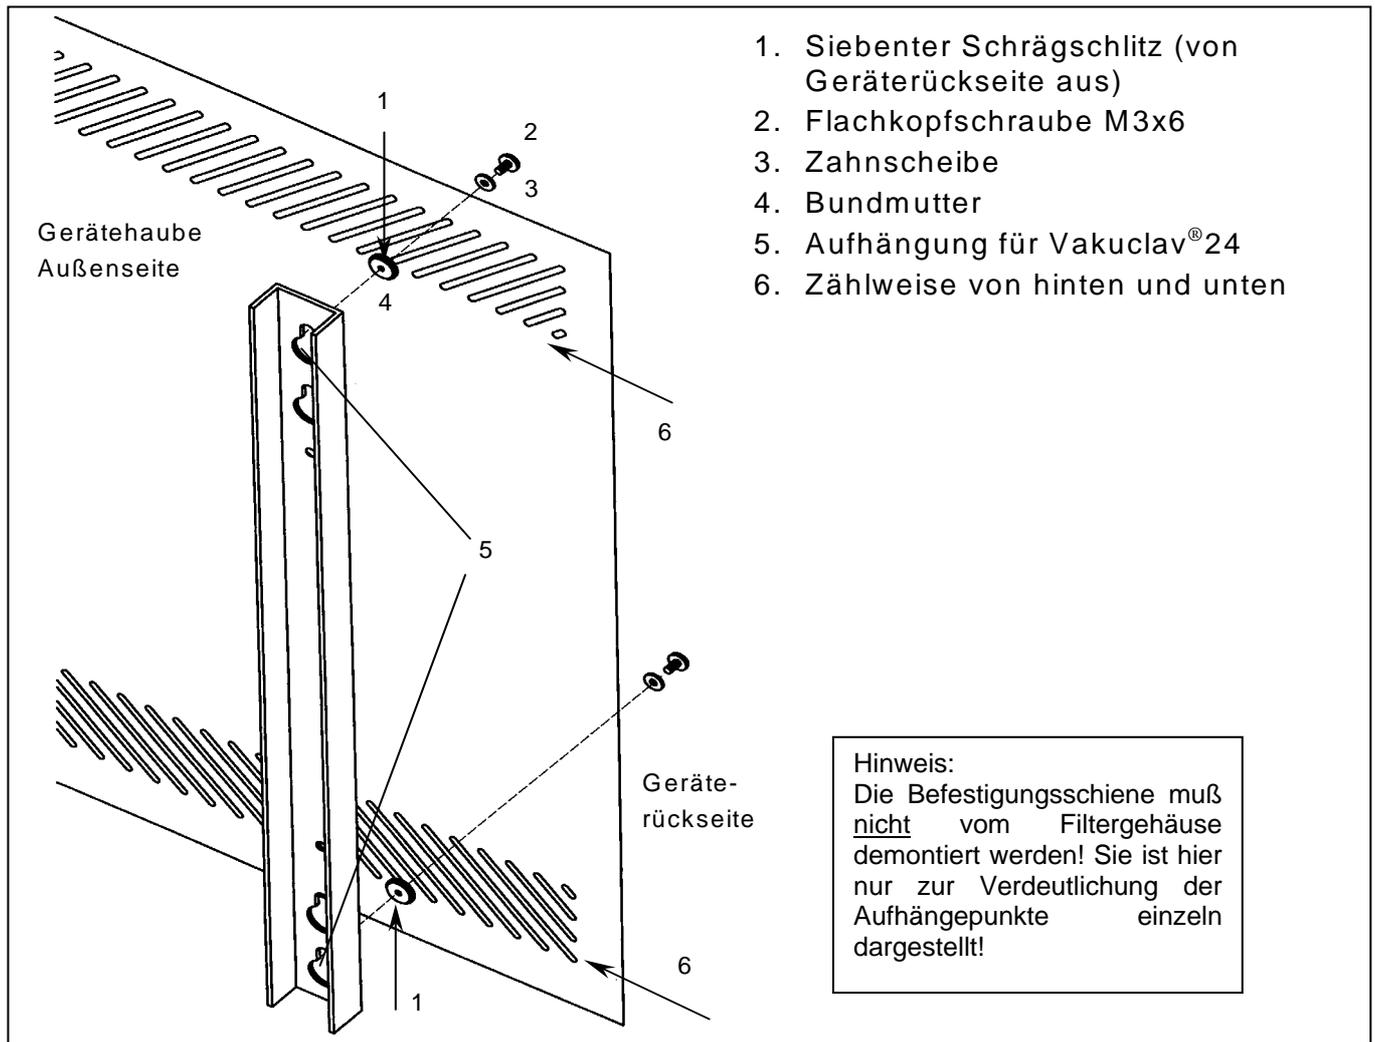

Abbildung 2: Anbau MELAdem®37 an Vacuklav®24
4. Schraube M3 (2) mit Zahnscheibe (3) von innen, am 7. Schrägschlitz von hinten, durchstecken und Bundmutter (4) (mit Zange festhalten) ganz unten im Schrägschlitz festschrauben (s. Abbildung 2).